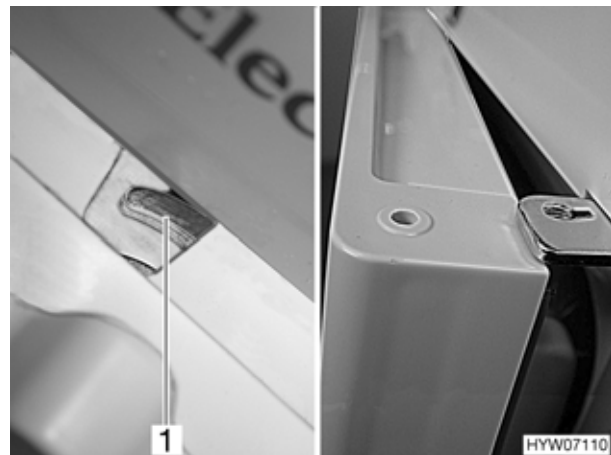

Bild 128 Kühlschranktür in Lüftungsstellung (Variante 2)
- Kühlschranktür mit Hilfe der Türarretierung (Bild 128,1) fixieren. Die Kühlschranktür bleibt damit leicht geöffnet (Bild 128).